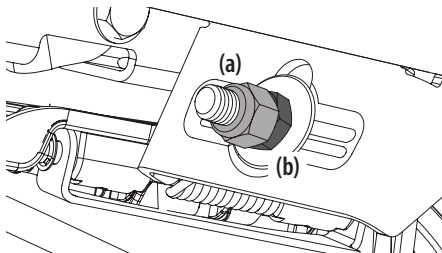

Figure 40
5. Pour relever l'avant du plateau, retirez l'embout, desserrez le contre-écrou extérieur (a), puis serrez (vissez à l'intérieur) l'écrou intérieur (b) contre le support de suspension avant. Consultez la Figure 40. Si le réglage est correct, resserrez le contre-écrou extérieur (a) et remettez l'embout en place.
6. Pour **abaisser** l'avant du plateau, retirez l'embout, desserrez le contre-écrou extérieur (a), puis desserrez (vissez à l'extérieur) l'écrou intérieur (b) à l'écart du support de suspension avant. Consultez la Figure 40 à la page 96. Si le réglage est correct, resserrez le contre-écrou extérieur (a) à 77 N·m (57 pi·lb) et remettez l'embout en place.